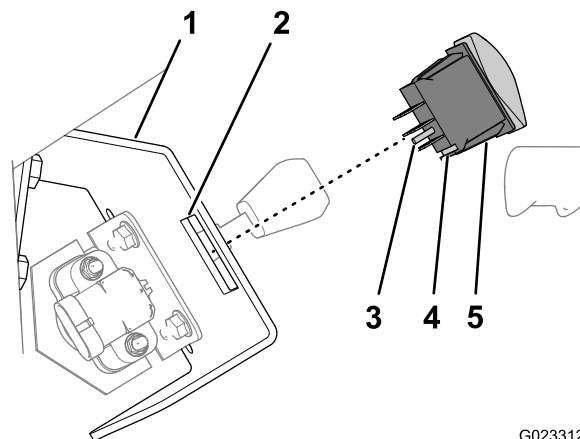

Figura 20
1. Alinhe o interruptor de modo ao suporte do acelerador manual com o pino de alinhamento nos conectores e o canal no corpo do interruptor para baixo (Figura 20).
2. Encaixe o interruptor na abertura retangular no suporte do acelerador manual (Figura 20).